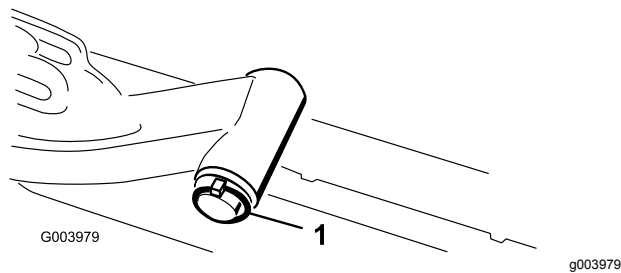

Bild 12
- Nehmen Sie den Klappstecker und die Scheibe ab, mit denen die Gelenkwelle des Hubarms am Hubarm befestigt ist. Schieben Sie die Gelenkwelle des Hubarms aus dem Hubarm (**Bild 12**).
C. Setzen Sie die Hubarmwelle in den Hubarm ein und befestigen Sie sie mit der Scheibe und dem Klapstecker (Bild 12).